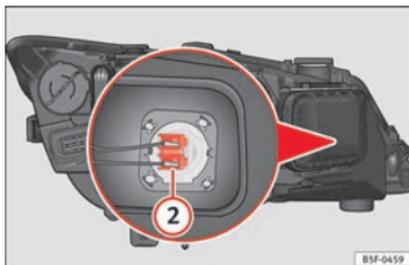

Fig. 211 Lampadina per anabbaglianti.
- Premere lateralmente il connettore » fig. 211 ② verso sinistra o destra e tirare.